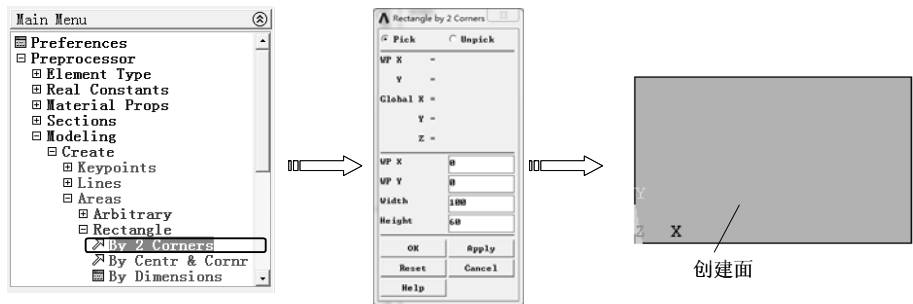

图 2-44 2 对角点绘制矩形面
(1) 2对角点绘制矩形 选择“Main Menu>Preprocessor>Modeling>Create>Areas>Rectangle>By 2 Corners”命令，弹出“Rectangle by 2 Corners”对话框，在“WP X”和“WP Y”文本框中输入矩形某对角点的X、Y坐标，在“Width”文本框中输入矩形宽度，在“Height”文本框中输入矩形高，或者在屏幕上单击指定两点，单击“OK”按钮创建矩形面，如图2-44所示。